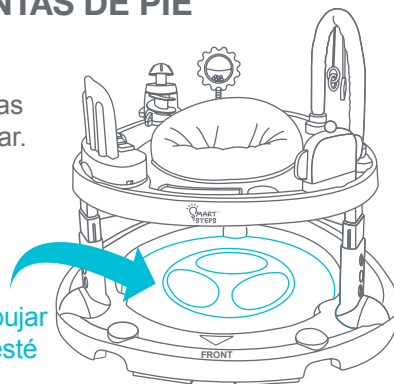

Fig. 10
- Inserta la tabla Tippy Tap Dance en la plataforma inferior (Fig. 10).